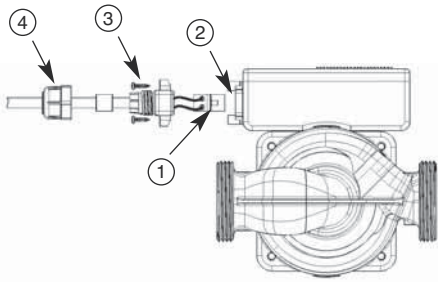

Fig. 5
Убедитесь, что частота и напряжения в сети совпадают с данными, указанными на табличке, и подсоедините кабели питания к клеммам согласно схеме, (рис. 5). Установить зажим (1) в позицию (2), убедившись, что красный провод подсоединен к N, а синий – к L. Завинтить два винта (3) и привинтить гайку (4) к кабелю.